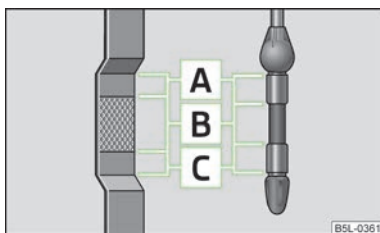

Fig. 142
Joja indică nivelul uleiului » fig. 142.
- Nivelul uleiului nu trebuie să fie în nici un caz, deasupra zonei **A** » fig. 142. Pericol de deteriorare a instalației de evacuare a gazelor arse!